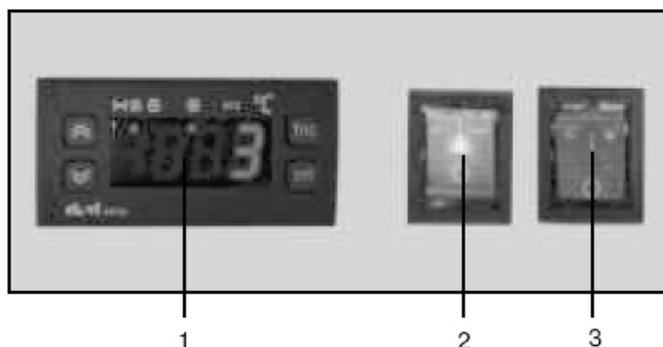

Рисунок 6
- включить тумблеры «РАБОТА» (позиция 2) и «ОСВЕЩЕНИЕ» (позиция 3), расположенные на панели управления (рисунок 6) (левая тумба витрины), через несколько секунд витрина включится в работу.
Визуальный контроль рабочей температуры осуществляется с помощью цифрового дисплея электронного контроллера (рисунок 6 позиция 1), установленного на панели управления.